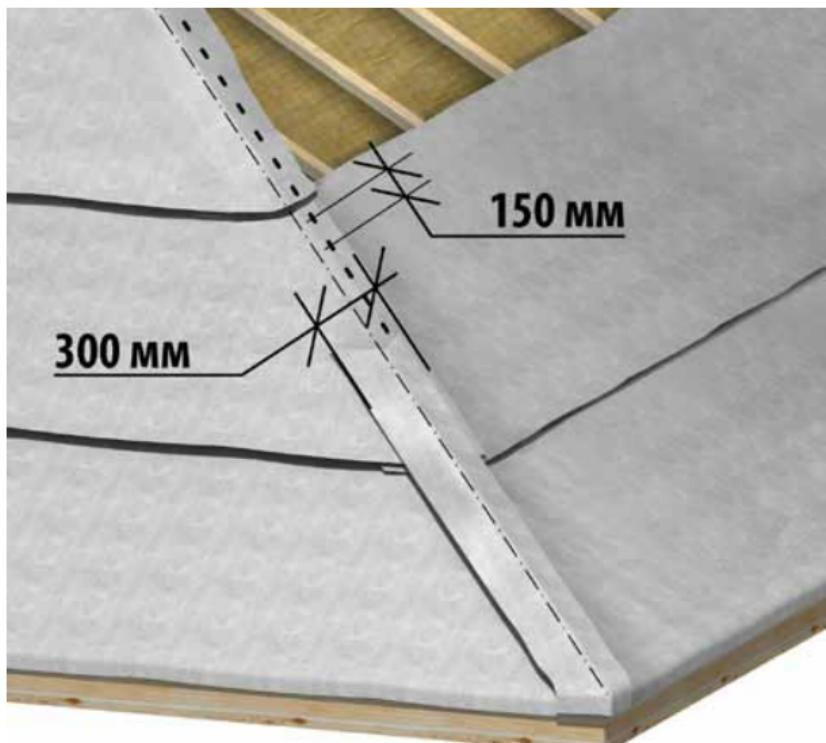

Рис. 10
- **ребром**, то пленку с двух скатов доведите до ребра и крепите строительным степлером с шагом 15 см. Затем, вдоль ребра укладывается полоса из пленки шириной не менее 30 см. Фиксация пленки производится по длинным краям полотна специальной клейкой лентой (рис. 10).